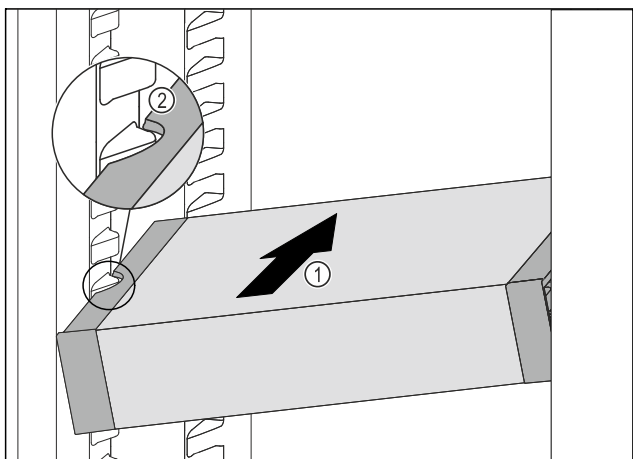

Fig. 78
- ▶ Zasuňte VarioSafe do chladničky pod úhlem tak Fig. 78 (1), aby vybrání na bocích Fig. 78 (2) VarioSafe byla na úrovni žebrování na nádoby v chladničce.